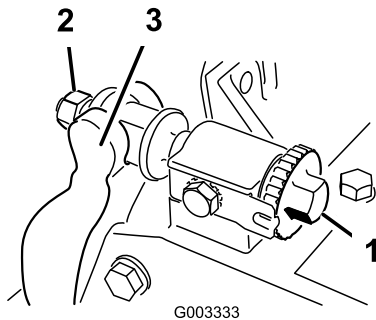

Figura 56
1. Rode o parafuso de ajuste da barra de apoio no sentido contrário ao dos ponteiros do relógio, para afastar a lâmina de corte do cilindro (Figura 56).